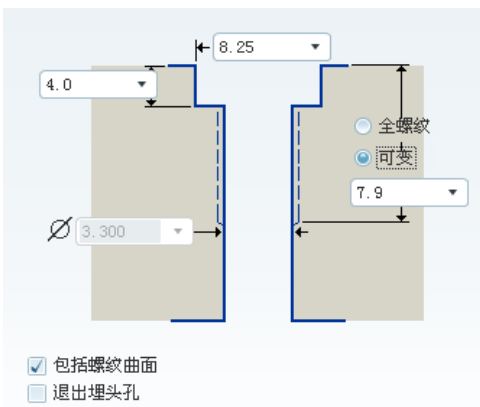
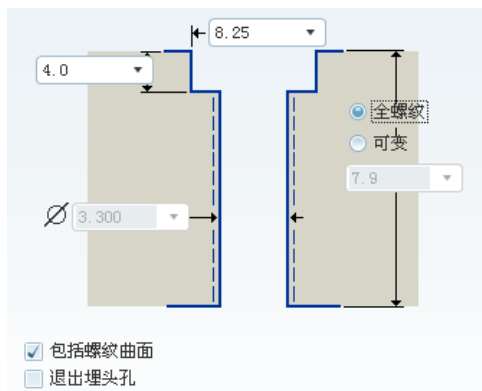

图 5.14.16 沉头螺钉螺孔 (可变)
图 5.14.17 沉头螺钉螺孔 (全螺纹)
(3) 沉头螺钉螺孔形式。在操控板中单击和, 再单击 **形状**, 系统弹出图 5.14.16 所示的界面, 如果选中 ☒ 全螺纹 单选按钮, 则螺孔形式如图 5.14.17 所示。